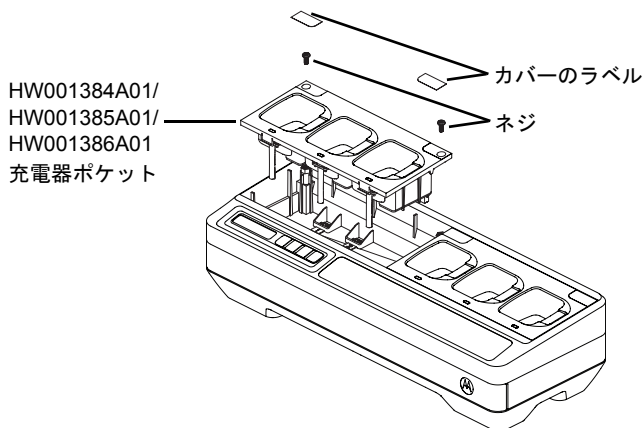
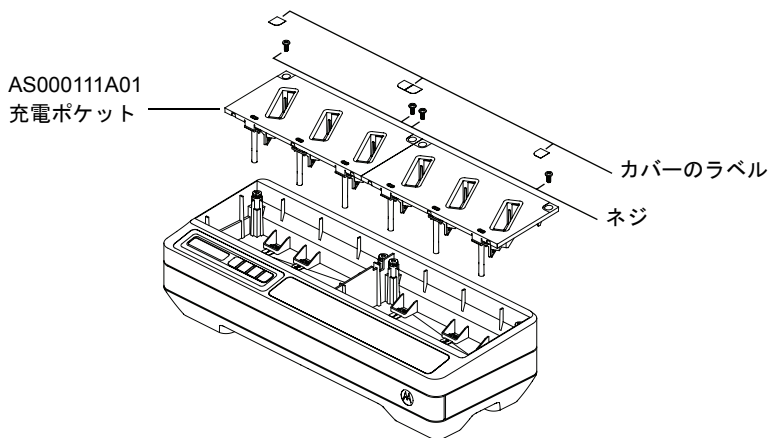

図 24: HW001384A01/HW001385A01/HW001386A01
図 25: AS000111A01 充電ポケットの取り付けと取り外し
4. コネクタをまっすぐ上に引っ張ってポケット ハーネスを外します (図 24 および図 25 を参照してください)。